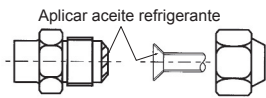

Fig. 7-3
- (3) Aplique aceite refrigerante en la superficie abocardada. (Fig. 7-3) Utilice la tuerca abocardada retirada de la caja de derivación. Si se utiliza una tuerca genérica, ésta podría resquebrajarse.